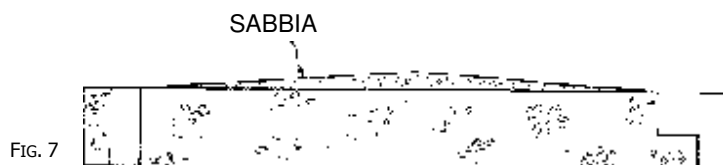

FIG. 7
- B) RICOPERTURA DEL BASAMENTO CON SABBIA FINE PRIVA DI CORPI ESTRANEI, ALTEZZA DELLA SABBIA AL CENTRO DEL BASAMENTO: CIRCA 4 CM. PER LE SINTO BLINDA SERIE 300/C E 400/C, DI 2,5 CM. PER LE SINTO BLINDA SERIE 160/C 225/C E 250/C VEDI FIG. 7). LA SABBIA DEVE ESSERE DISPOSTA IN MODO TALE CHE IL PERIMETRO DEL FONDO PIANO DELLA CISTERNA TOCCHI IL BASAMENTO DI CEMENTO. LA RICOPERTURA DEL BASAMENTO CON SABBIA È INDISPENSABILE PER LE SINTO BLINDA COSTRUITE CON IL SISTEMA AD AVVOLGIMENTO INCROCIATO, MENTRE VIENE SCONSIGLIATA PER QUELLE COSTRUITE CON IL SISTEMA AD AVVOLGIMENTO PARALLELO.